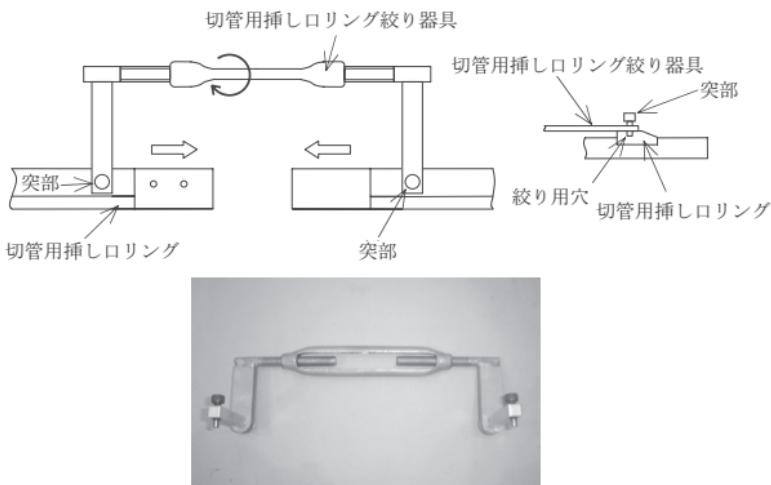

図48 切管用挿し口リング絞り器具
- (2) 切管用挿し口リングを挿し口溝部へ入れ、切管用挿し口リング絞り器具で切管用挿し口リングが動かなくなるまで絞って、溝に固定する(図48参照)。